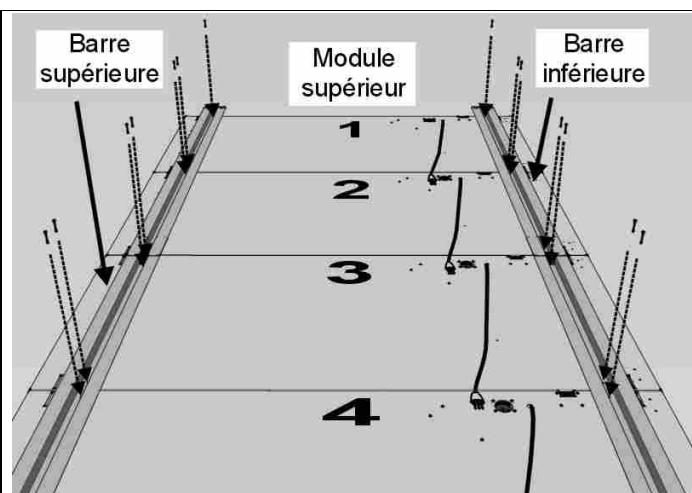

Fig. 4: Assemblage des modules et des étriers
3. Placez les modules avec la partie avant tournée vers le sol, en suivant la numérotation indiquée au verso (Fig. 4), pour composer le tableau désiré (voir les différents modèles au chapitre 1). Placez les deux étriers sur les modules en alignant les trous de fixation et fixez-les solidement aux modules avec les vis fournies (Fig. 4) et un tournevis cruciforme.